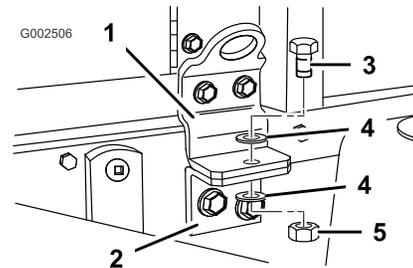

Figura 23
15. Sujete el conjunto del patín del depósito al bastidor con un perno (1/2 x 1-1/2 pulgadas), dos arandelas (1/2 pulgada), y una contratuerca (1/2 pulgada) según se muestra en Figura 23.